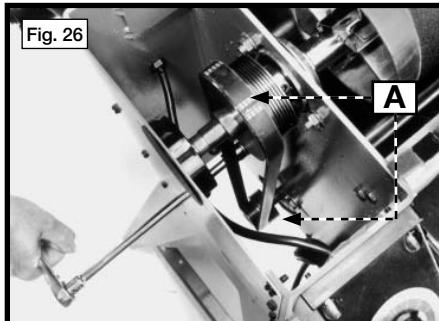
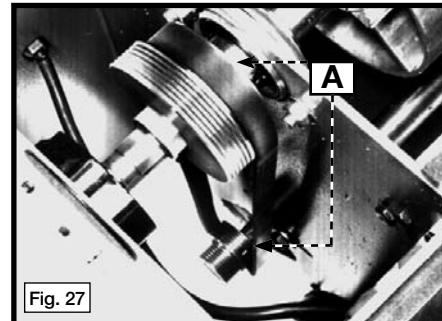

Fig. 26
Fig. 27
IMPORTANT : la vitesse du cylindre de contact est de 306,6 m²/min (3 300 pi²/min) avec la courroie sur les poulies intérieures (A), Fig. 27. La vitesse du cylindre est de 205,3 m²/min (2 210 pi²/min) avec la courroie sur les poulies extérieures (A), Fig. 26.